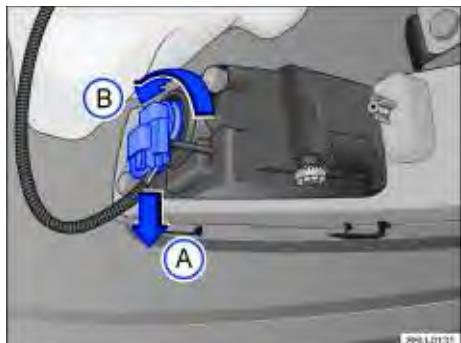

Fig. 183 Atrás do para-choque dianteiro: acesso à lâmpada incandescente do farol de neblina.
2. Desencaixar o conector de alimentação da lâmpada ⇒ Fig. 183 no sentido da seta A, pressionar, ao mesmo tempo, a trava de fixação do conector.
3. Girar o soquete da lâmpada ⇒ Fig. 183, no sentido anti-horário da seta B, e desencaixá-lo do alojamento.